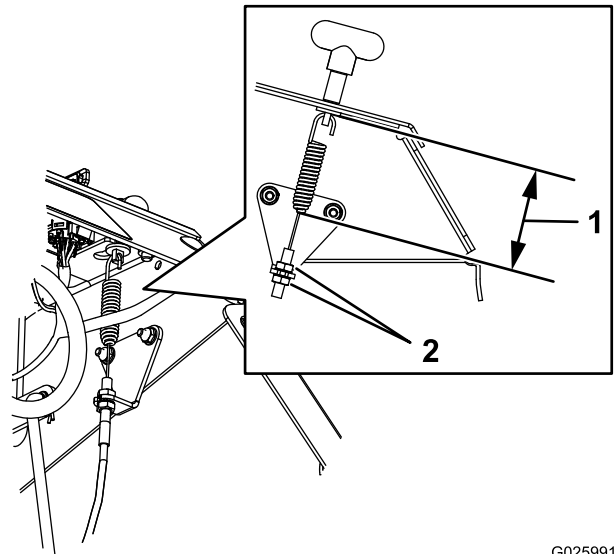

Figure 54
4. Desserrez l'écrou de blocage sur le câble de frein sous la console (Figure 54).
5. Serrez le frein de stationnement (Figure 54).
6. Vissez plus ou moins l'écrou de blocage pour obtenir un espace de 7,9 cm (3 $\frac{1}{8}$ po) entre le bas de la biellette et le bas du ressort (Figure 54).
7. Fixez le réglage du câble en serrant les écrous de blocage (Figure 54).